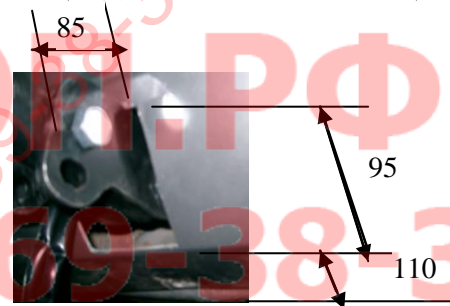

Рис.2. Вырез в бампере.
4.4 Сделать в бампере вырез (95 мм глубиной, 85 мм шириной). См. рис.2. Установить снятые детали (кроме буферного бруса) на место.